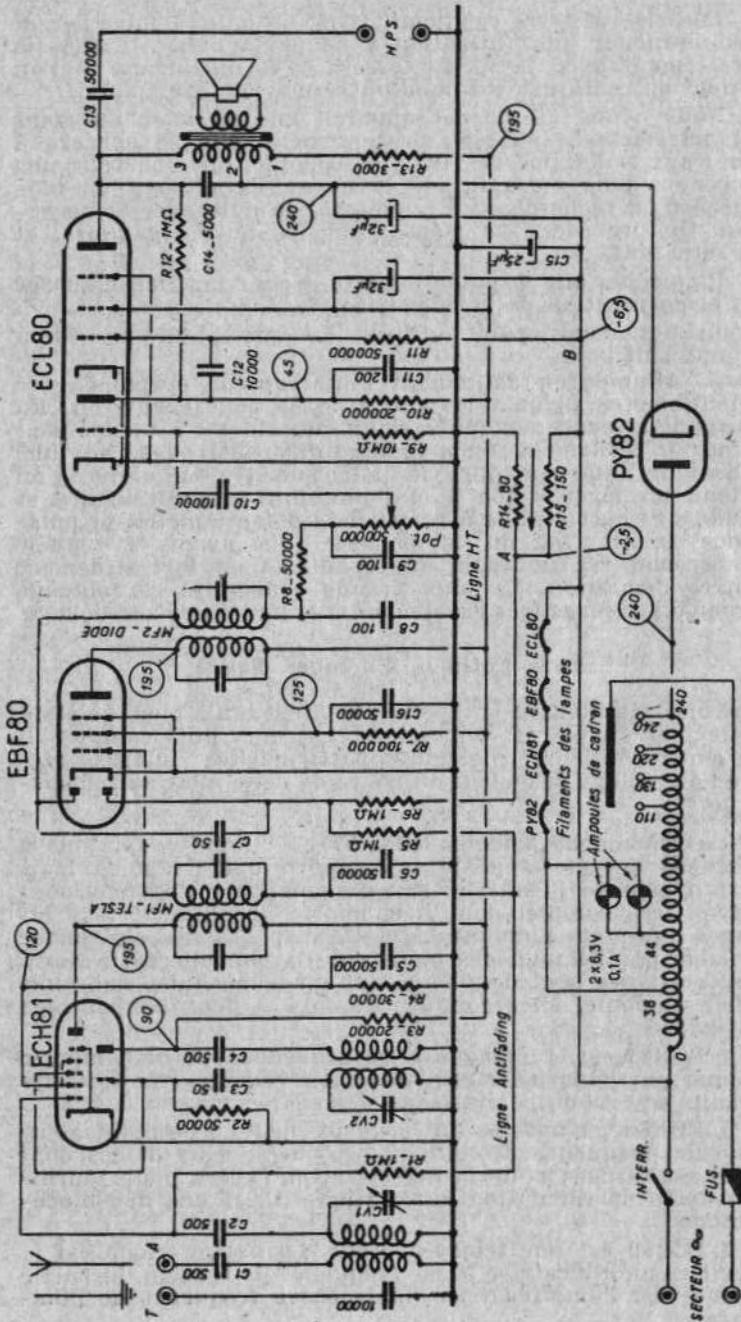

Fig. 57. — Schéma de principe du modèle « LE LUTIN »
**Le schéma de principe (fig. 57).** — Nous constatons à première vue que ce poste ne comporte que 4 lampes, mais en fait cela ne l'empêche pas de constituer un superhétérodyne très complet dont il comporte absolument tous les étages que nous connaissons. Cette disposition a été rendue possible par l'emploi des lampes de la nouvelle série Noval dont certaines sont doubles : sous un même tube, dans une même ampoule, elles comportent en fait deux lampes bien distinctes.